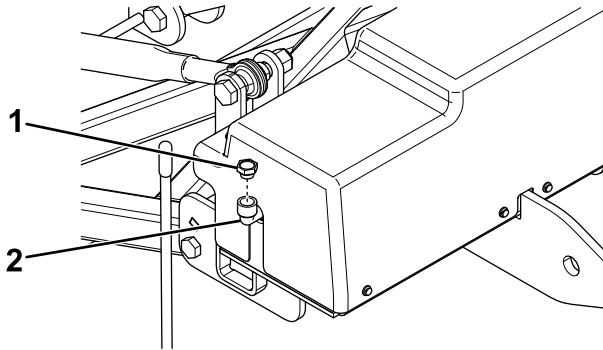

Figure 25
2. Nettoyez la surface autour du bouchon de remplissage (Figure 25).
3. Retirez le bouchon de remplissage du réservoir hydraulique (Figure 25).
4. Versez lentement du liquide hydraulique BOSS haute performance dans le réservoir jusqu'à ce que le niveau atteigne le bas du coude de remplissage (Figure 25).